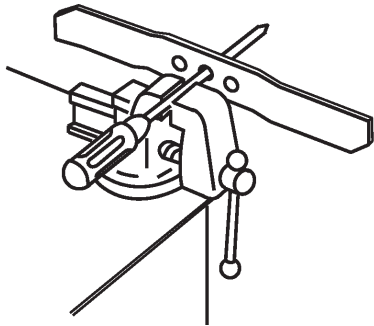

Figure 82
1. Pour vérifier l'équilibrage de la lame, l'enfiler par son trou central sur un tournevis ou un clou maintenu à l'horizontale dans un étau (Fig. 82).